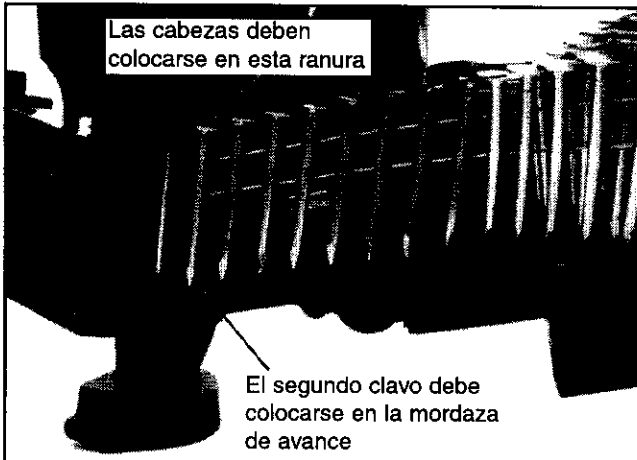

Figura 5 – Carga los Clavos en la Mordaza de Avance
- Desenrolle el carrete de manera que el segundo clavo pueda colocarse entre los lados de la mordaza de avance. Quizás sea necesario empujar el ariete (Fig. 10, No. 16 en la página 8) para poder colocar el primer clavo. Asegúrese que las cabezas de los clavos queden ubicadas en la ranura de la parte superior de la cremallera de avance de clavos (véase la Figura 5, página 13).